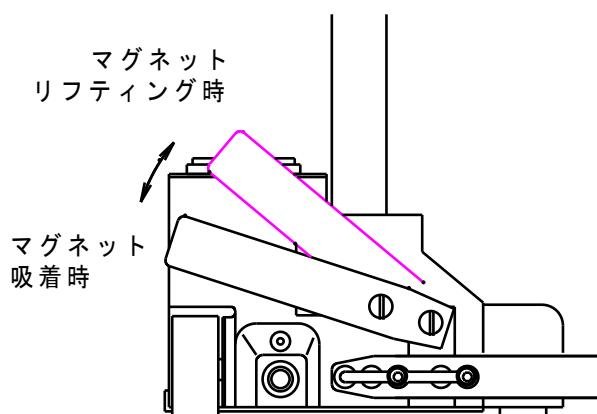

図 4 マグネットレバー
(6) ガイドローラを立板に押し当て台車を溶接位置にセットします。
(7) マグネットが吸着するように、図4を参考にマグネットレバーを押し下げます。
(8) 前後、上下調整スライドユニットのハンドルを回し、トーチの位置合わせをします。
(9) 台車の走行方向を走行方向切替スイッチで選択し、走行速度調整ツマミで走行速度をセットします。
(10) スタート位置を決めます。